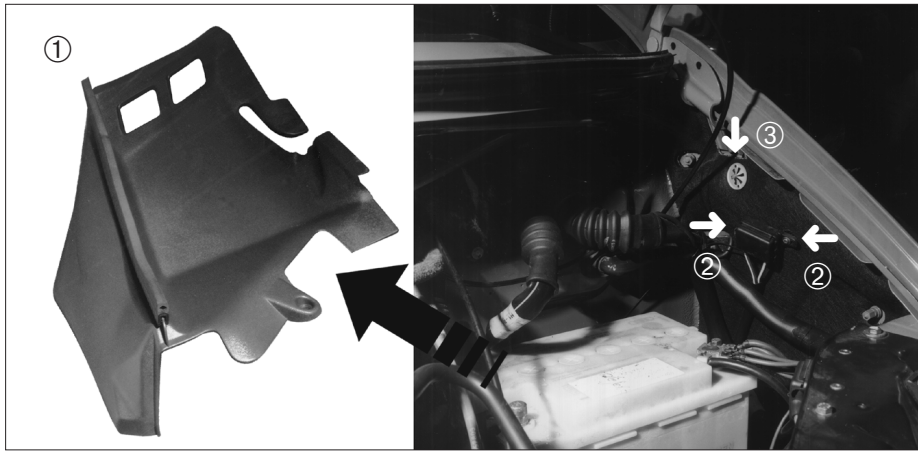

Fig. 3
- Im Motorraum linksseitige Abdeckung ① über der Batterie entfernen (Fig. 3).
- Bei Dieselmodellen die Seitenwanddämmung nach unten kippen. Dazu die zwei Schrauben ② am Sicherungsgehäuse der Vorglühanlage und die Klippscheibe(n) ③ lösen. Die Kunststoffbefestigung in der Seitenwand an der Aussparung ausklipsen (Fig. 3).
- Remove the cover ① from the battery left-side in the engine compartment (Fig. 3).
- For Diesel models, fold down side wall insulating panel by loosening the two screws ② and the clip disc(s) ③ at the fuse housing of the preheating system. Loosen plastic clip at the recess of the sidewall (Fig. 3).
- A l'intérieur de la voiture enlever le revêtement gauche ① au-dessus de la batterie (Fig. 3).
- Pour les modèles Diesel, plier à bas le revêtement isolant latéral en dévissant les deux visser ② et le(s) disc clip(s) ③ au boîtier des fusibles du préchauffage. Déclipser la fixation plastique à l'entaille du panneau latéral (Fig. 3).